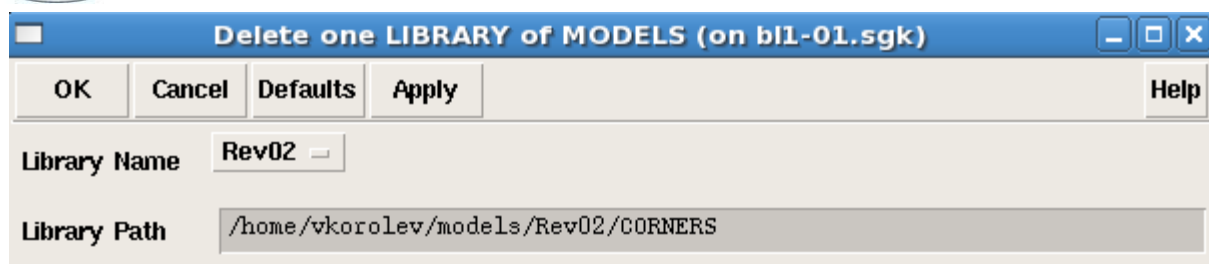

Рис. 2.19 Окно изменения пути библиотек.
- Выберите команду меню *Library -> Delete* (рис. 2.19).